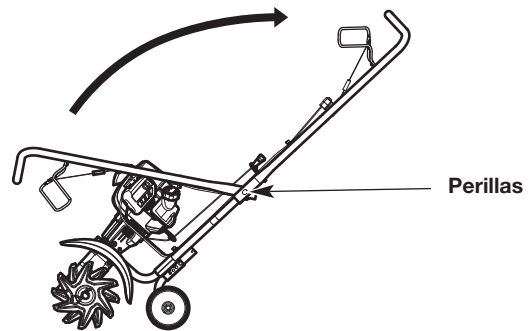

Fig. 3
3. Gire la barra de control a la posición operativa (Fig. 3).